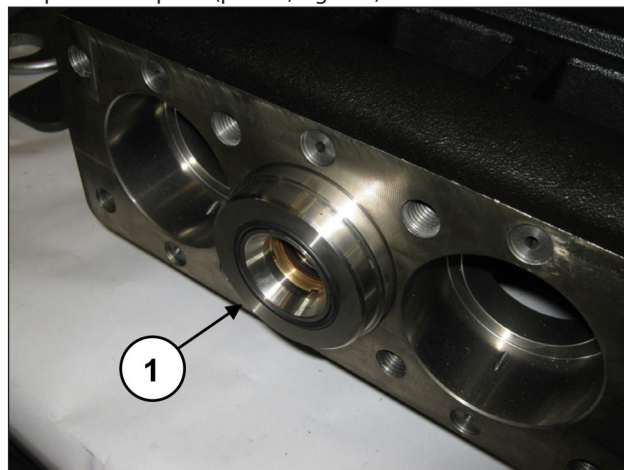

Fig. 169
Girar el eje para desplazar la guía del pistón de manera que el tampón avance y expulse el soporte de las juntas y el grupo del pistón completo (pos. ①, Fig. 169).